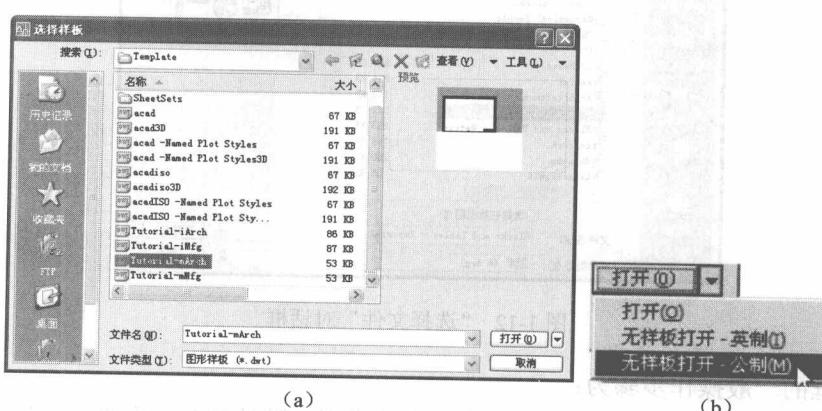

图 1-11 “选择样板”对话框和“打开”下拉菜单
(2) 命令的操作。输入“新建”命令之后，AutoCAD 2008 将弹出“选择样板”对话框，如图 1-11 所示。